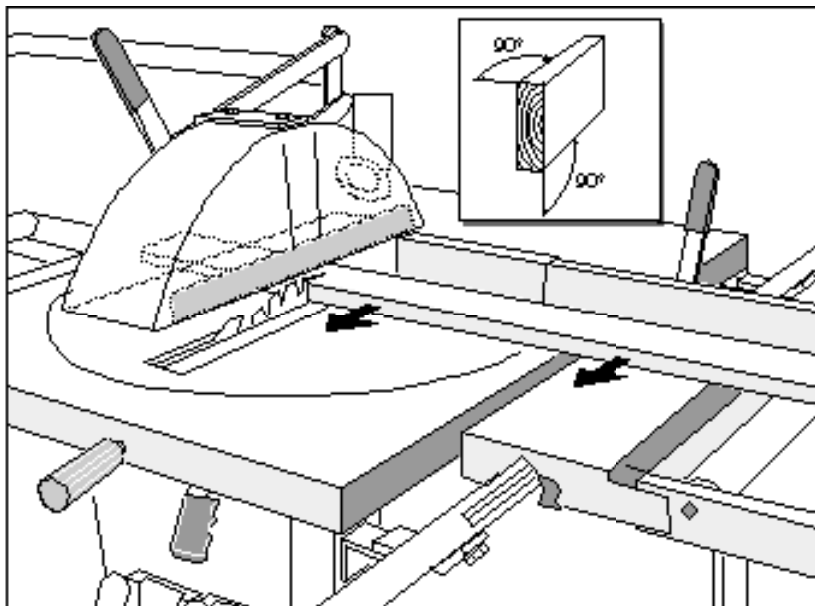

Fig. 4
- Lägg materialet bakom sågklingan mot anhållet och för det lugnt mot sågklingan genom att dra justerbordet mot dig. Se *fig. 4*.